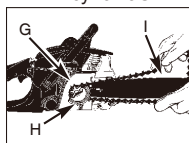

Рисунок 3E
8. Проведите цепь вокруг звездочки (G) за муфтой сцепления (H). Убедитесь, что звенья цепи встали между зубьями звездочки (рис. 3E).
9. Вставьте ведущие звенья в канавку (I) и проведите их вокруг конца шины (рис. 3E).